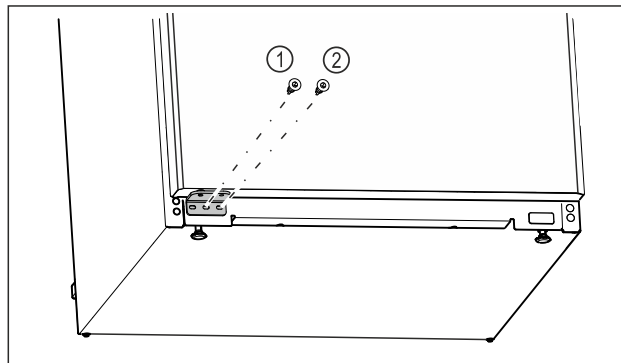

Fig. 21
- Затегнете централния винт на лагерната стойка Fig. 21 (1) с отвертка Torx 20.
- Затегнете вътрешния винт на лагерната стойка Fig. 21 (2) с отвертка Torx 20.